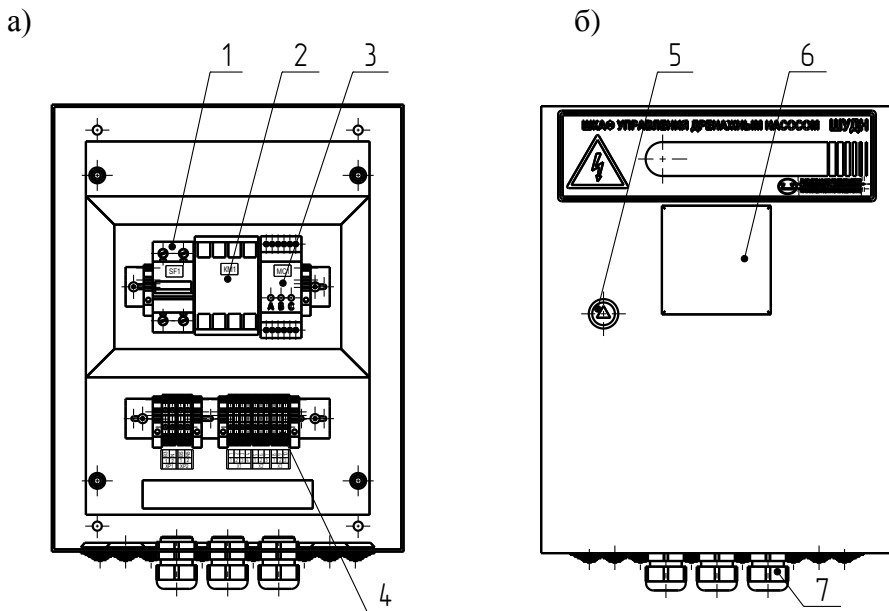

Рисунок 1 – Шкаф управления и контроля
5.1 Корпус шкафа, выполненный из стали, имеет коробчатую форму. К корпусу с помощью петли крепится крышка. Элементы управления, размещённые внутри корпуса, установлены на DIN-рейках (рис.Рисунок 1а). На крышке шкафа расположен сигнализатор уровня жидких и сыпучих средств (рис.Рисунок 1б). Конструкция шкафа предусматривает его одностороннее обслуживание. Дверь шкафа снабжена замком, открываемым специальным ключом, входящим в комплект поставки.